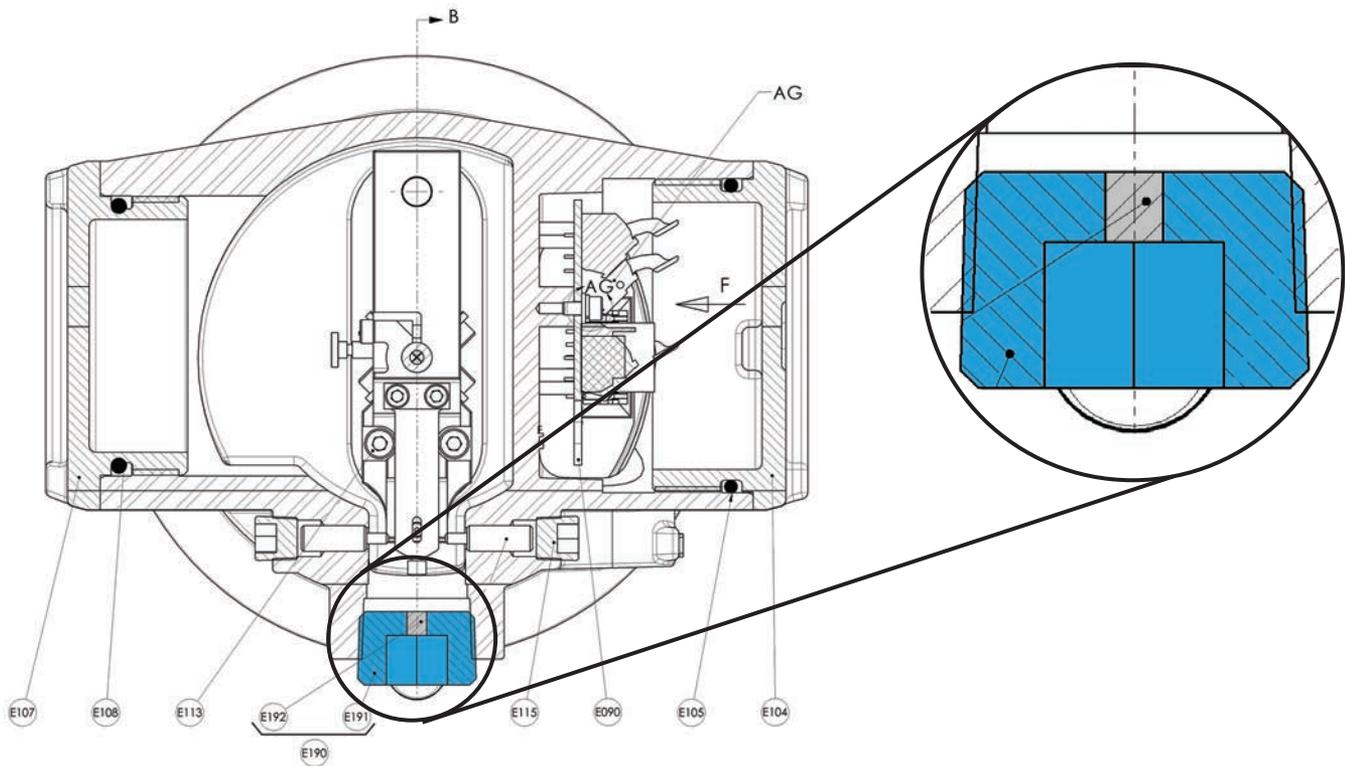

Figura 12 – Vista posterior del DLT 12400 en sección transversal de la caja
- Preste especial atención al tapón azul (190) que incluye una junta compresible (192). Este dispositivo es un dispositivo de alivio de seguridad para evitar cualquier sobrepresión dentro de la carcasa debido a una fuga del tubo de torsión y para cerrar la carcasa contra la entrada de polvo y agua.
- Tenga cuidado de colocar el tapón azul (190) en un área segura y limpia cuando se retire para operaciones de mantenimiento o calibración.
- Preste atención a atornillarlo en el cuerpo del 12400 a la profundidad correcta de acoplamiento como se muestra en la Figura 12, eso significa al menos 3 vueltas después del acoplamiento dentro del conducto.
- Para algunos procesos que utilizan fluidos o gases peligrosos, se puede colocar un tubo en lugar del tapón (190) para evitar cualquier fuga del tubo de torsión al exterior. Este sistema NO debe aumentar la presión dentro del cuerpo del 12400 por encima de 0.5 bar.